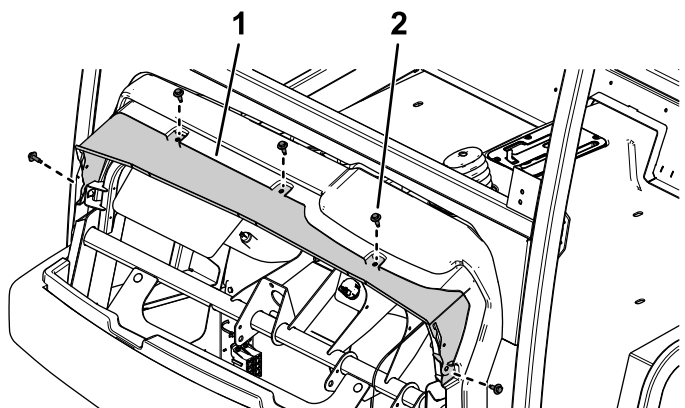

Figura 40
2. Glisați jgheabul de scurgere a apei pentru parbriz între plana de bord a mainii i subcadru i fixați jgheabul folosind cele 5 uruburi cu cap hexagonal i aibă îndepărtate anterior (Figura 40).